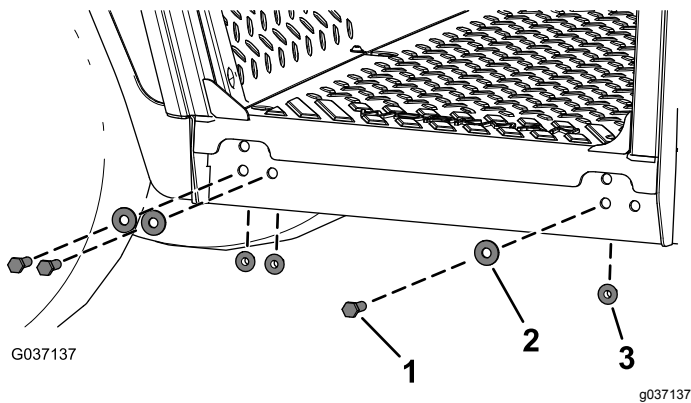

Bild 12
5. Befestigen Sie den Kabinenrahmen mit 6 Sechskantschrauben ($\frac{3}{8}$ " x $1\frac{1}{4}$ "), 6 Unterlegscheiben ($\frac{3}{8}$ ") und 6 Bundmuttern ($\frac{3}{8}$ ") mit der Maschine, wie in **Bild 12** dargestellt.